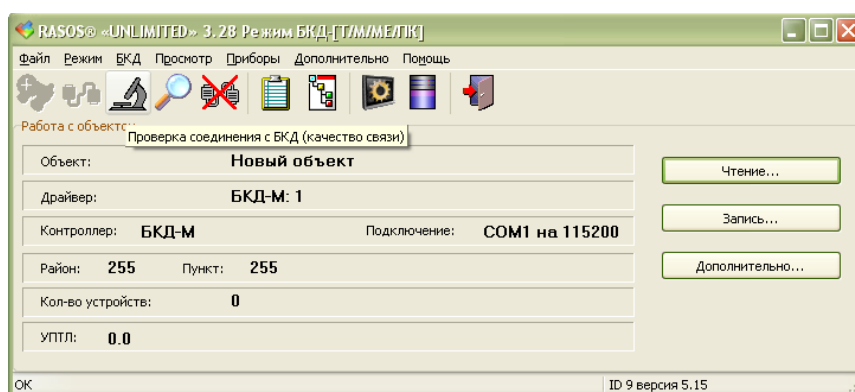

Рисунок 10 - Проверка связи с БКД-DIN
- 3) Выполнить команду «БКД\Проверка связи» (рисунок 10).